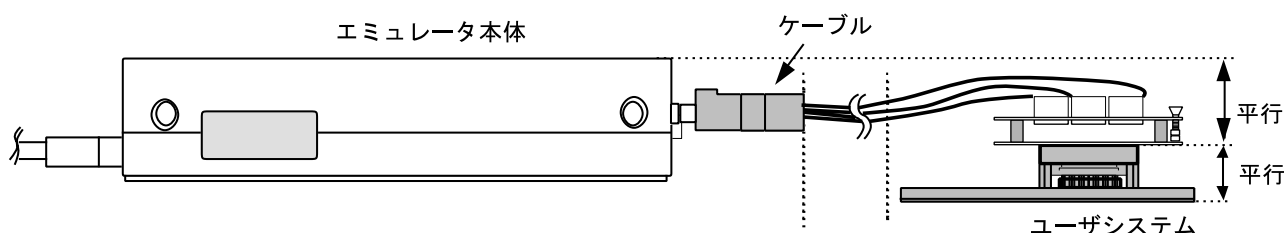

図10 設置例
- (1) ユーザシステムへの接続時には1ピン位置に十分注意して、誤接続は絶対にしないでください。
- (2) 本ユーザシステムインタフェースケーブルを使用する場合の推奨マウントパット寸法は、MCU実装用マウントパット寸法とは異なりますので注意してください。
- (3) 本ユーザシステムインタフェースケーブルは、HS3880EPI60Hエミュレータ専用ですので、他のエミュレータ本体には使用しないでください。
- (4) ケーブル本体部が断線する可能性がありますので、本ユーザシステムインタフェースケーブルの上に重いものや金属等の角の尖ったものを置かないでください。
- (5) ユーザシステムに接続した状態では、ユーザシステムインタフェースケーブル、特にケーブル先端部に無理な力が加わらないように注意する必要があります。図10の設置例を参照してご使用ください。